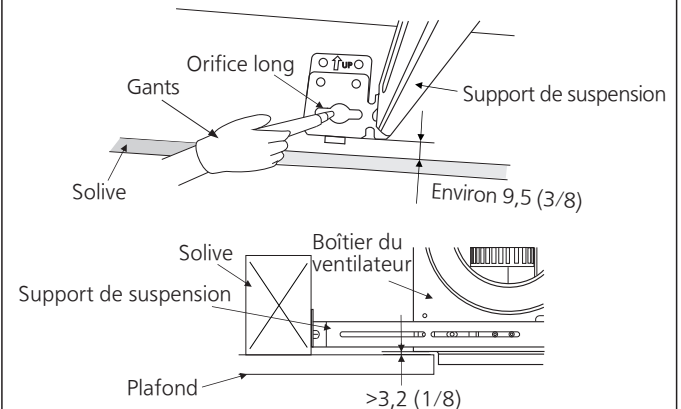

Fig. 2
- Positionnez le boîtier du ventilateur entre les solives et tenez-le correctement. Marquez les longs orifices des quatre supports de suspension sur les solives. (Voir Fig. 2)